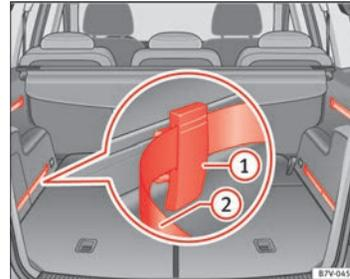

Fig. 96 En el maletero: Sistema de raíles, elementos de fijación ajustables (1) y cinturón tensores ajustable (2).
- Coloque un elemento de fijación con las roderas hacia arriba ⇒ fig. 96 (1) en la parte superior de la guía y presione hacia abajo.